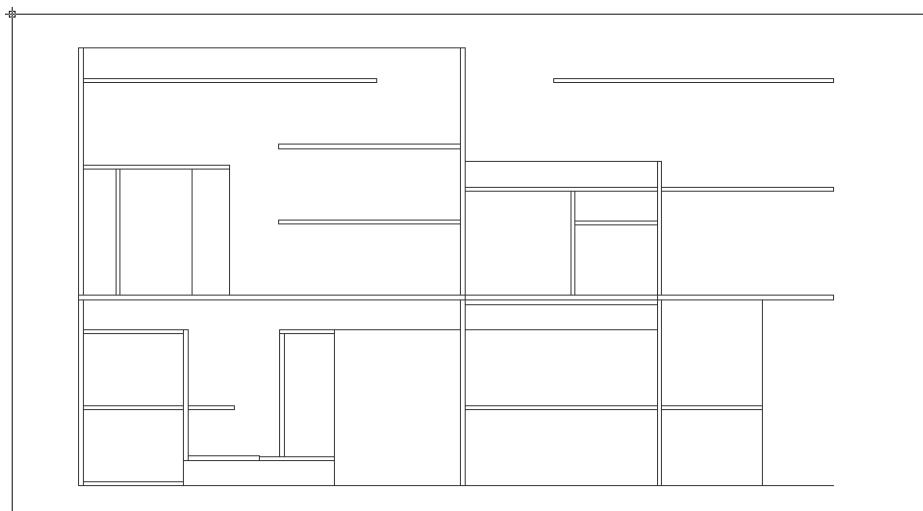

Рис. 8.21 ▼ Формирование основных объектов главного вида завершено
15. Сместите на 18 мм вниз линию, соответствующую высоте 1620 мм, а затем обрежьте вертикальные и горизонтальные линии чертежа главного вида так, чтобы сформировать объекты, находящиеся в верхней части рабочей зоны (рис. 8.21).